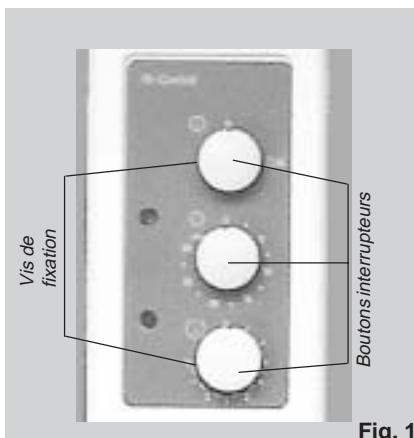

Fig. 1
- Extraire à cette fin les boutons interrupteurs de leurs axes en les tirant légèrement vers vous, puis desserrer les 2 vis de fixation (Fig. 1).